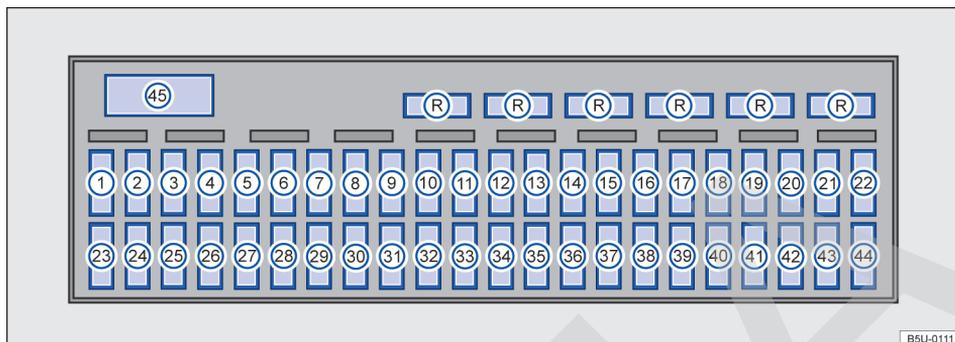

Fig. 180 Caja de fusibles.
Volkswagen recomienda mantener siempre en el vehículo algunos fusibles de reserva, los cuales pueden colocarse en la parte superior de la caja de fusibles → fig. 180 (R) (como, por ejemplo, fusibles de 5 A, 10 A, 15 A, 20 A, 25 A y 30 A para vehículos sin aire acondicionado o 40 A para vehículos con aire acondicionado).